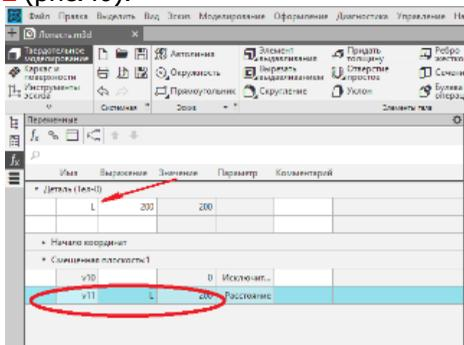

Рис. 40.
4. Откройте окно **Переменные** и раскройте в нем раздел **Смещенная плоскость**. Введите с клавиатуры для переменной **v11** выражение **L** (рис.40).